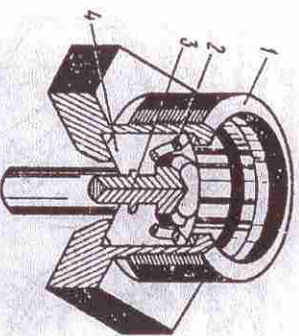

Рис. 13. Вентиль спускной: 1 — корпус; 2 — пружина; 3 — шток; 4 — прокладка
4.7.5. Вентиль спускной (рис.13) устанавливается в воздушном баллоне прицепа и предназначен для слива конденсата из баллона. Для слива конденсата нажмите на шток 3. При отпуске шток вентиль автоматически герметизируется.